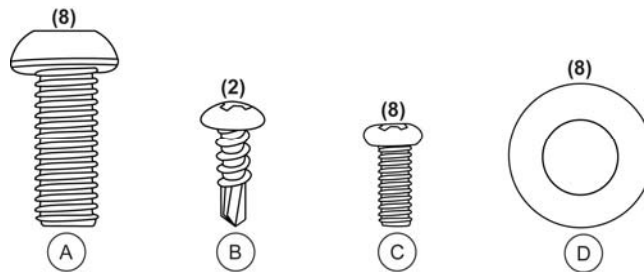

Figure 1
- (1) Sac de plastique contenant:
- (2) Couverts pour Support de l'Écran (Avant et Arrière)
- Matériaux pour assemblage (voir Figure 1)
6. Attachez la rampe à la plateforme en utilisant les (8) vis M8 1.25 x ¾ (A), les (8) rondelles M8 (D) et la clé allen 5mm incluse (voir Figure 1).
14. Alignez les quatre trous de montage à l'arrière du montage de l'écran avec les quatre trous de montage dans le support de l'écran. Attachez le montage de l'écran sur le support de métal de l'écran. Utilisez les (4) vis à tête Phillips #5 x 3/8 (C) (voir Figure 1).
15. Placez les vis du couvercle du support du pivot par dessus les vis du pivot. Attachez les couvercles à l'arrière du montage de l'écran en utilisant les (4) vis à tête Phillips #5 x 3/8 (C) (Voir Figure 1).
16. Attachez le socle de l'adaptateur au côté gauche de la rampe en utilisant les (2) vis à feuilles de métal #8 x 1/2 (B) (voir Figure 1).
- Matériaux pour assemblage (voir Figure 1 à la page 10)
7. Alignez les quatre trous de montage à l'arrière du montage de l'écran avec les quatre trous de montage dans le support de l'écran et attachez le montage de l'écran sur le support de métal de l'écran en utilisant les (4) vis à tête Phillips #5 x 3/8 (C) (voir Figures 1 et 9).
8. Placez les couverts à vis du support à vis sur les vis à pivot, et serrez les couverts à l'arrière du montage de l'écran en utilisant les (4) vis à tête Phillips #5 x 3/8 (C). (voir Figures 1 et 9).
9. Attachez le socle de l'adaptateur au côté gauche de la rampe en utilisant les (2) vis à feuilles de métal #8 x 1/2 (B) (voir Figure 1).